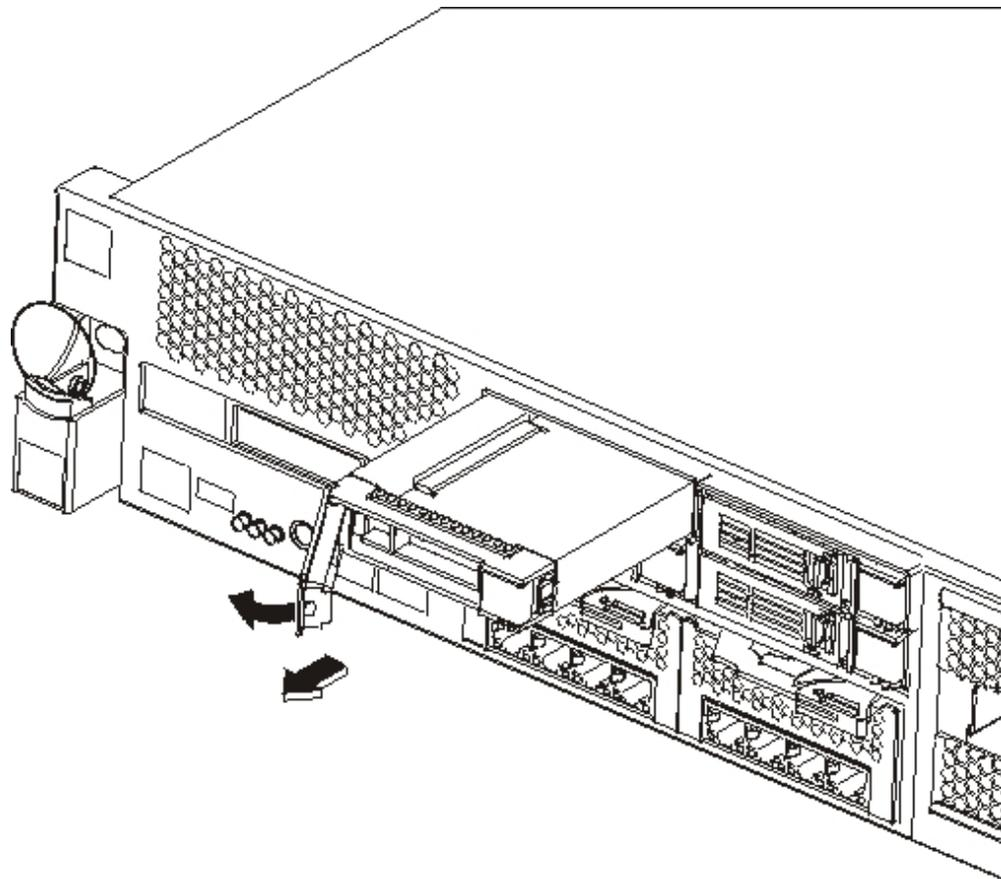

Figure 17. Retrait du module d'unité de disque dur (type 7199)
2. Appuyez sur le bouton bleu : le mécanisme d'ouverture s'enclenche. La figure 17 illustre les étapes suivantes.